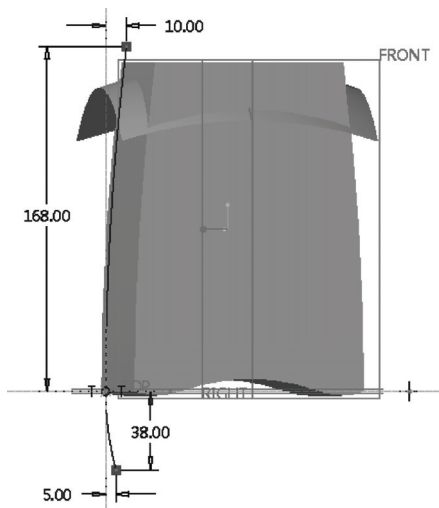

图 12-82 绘制相切的两段连接圆弧
6) 绘制图 12-82 所示的截面 (由两段相切连接的圆弧组成), 单击 (确定) 按钮。